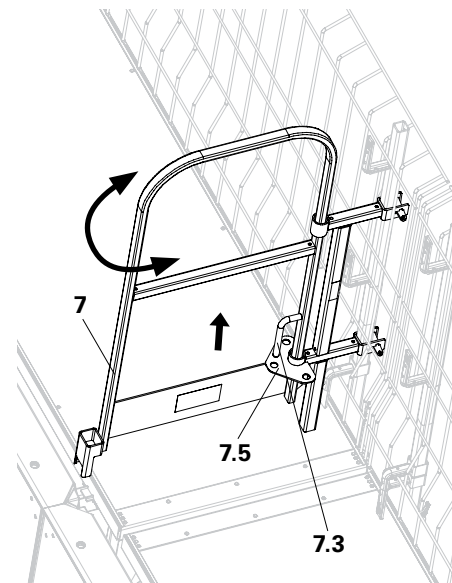

Fig. A8.06
(Fig. A8.06)
1. Relever le portillon d'about MXK (7). (Fig. A8.06)
2. Extraire entièrement le boulon de blocage (7.3) du trou de la plaque de blocage (7.5). (Fig. A8.06)
3. Faire pivoter le portillon d'about de $\pm 90^\circ$. (Fig. A8.06)